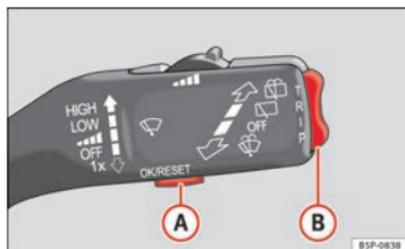
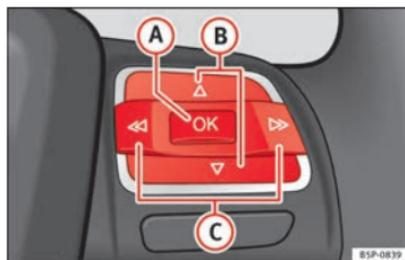

Fig. 41 Palanca del limpiacristales: teclas de control.
Fig. 42 Mandos en el volante: teclas de control.
- Para acceder al menú “Configuración”, pulse la tecla **C** ⇒ fig. 42 hasta que lo visualice en la pantalla. Ya está dentro de este menú.
- Para cambiar de una memoria a otra, pulse brevemente la tecla **(A)** → fig. 41 ⇒ página 58 de la palanca del limpiacristales o la tecla **(OK)** del volante multifunción → fig. 42 ⇒ página 58 con el encendido conectado.
En el indicador multifunción puede consultar los siguientes datos accionando la tecla basculante **(B)** → fig. 41 ⇒ página 58 de la palanca del limpiacristales o pulsando la tecla **(A)** o **(V)** → fig. 42 del volante multifunción*: